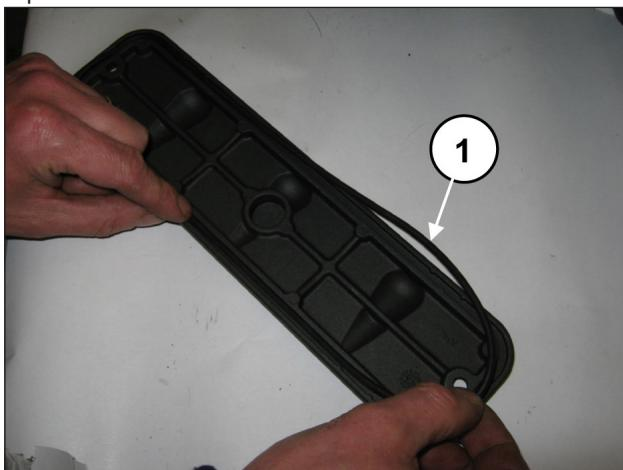
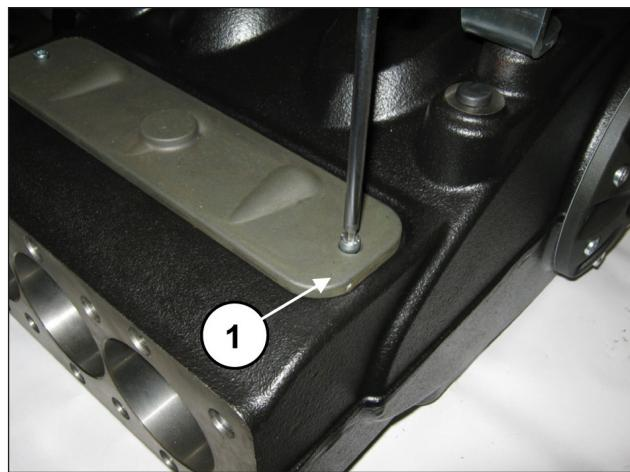

Fig. 97
Fig. 98
Appicare i coperchi ispezione con O-ring (pos. ①, Fig. 97) e serrare mediante 2 viti M6x14 (pos. ①, Fig. 98) e 2 viti M6x40. Tarare le viti con chiave dinamometrica come indicato nel capitolo 3 TARATURE SERRAGGIO VITI.